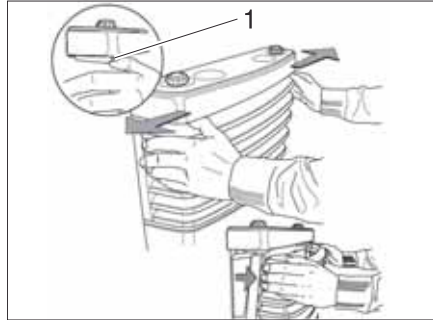

Bild 106 Ta bort höljets framsida från värmeaggregatet
- Ta bort höljets framsida från värmeaggregatet. Tryck förslutningsfjädrarna (Bild 106,1) ut till sidorna, sväng klädseln framåt och lyft ur de undre lagren.